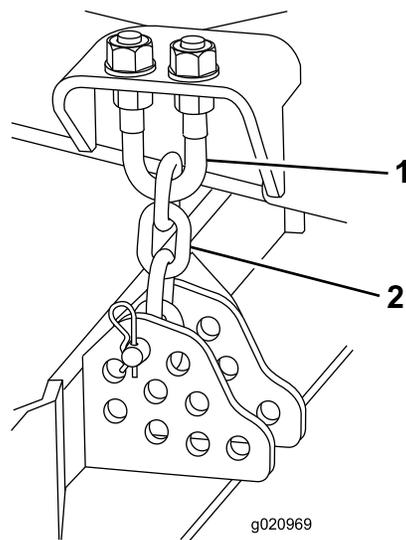

Figura 73
3. Togliete la coppiglia e il perno con testa che fissano le catene dell'altezza di taglio sul retro dell'apparato di taglio (Figura 73).